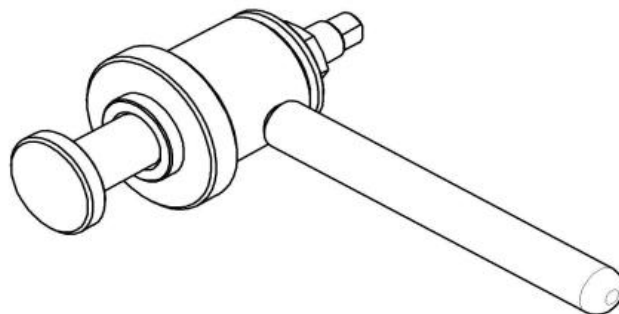

Рис. 11. Приспособление для запрессовки манжет(11000001333).
- Используя приспособление манжет (см. рис. 11) установить манжету 1;